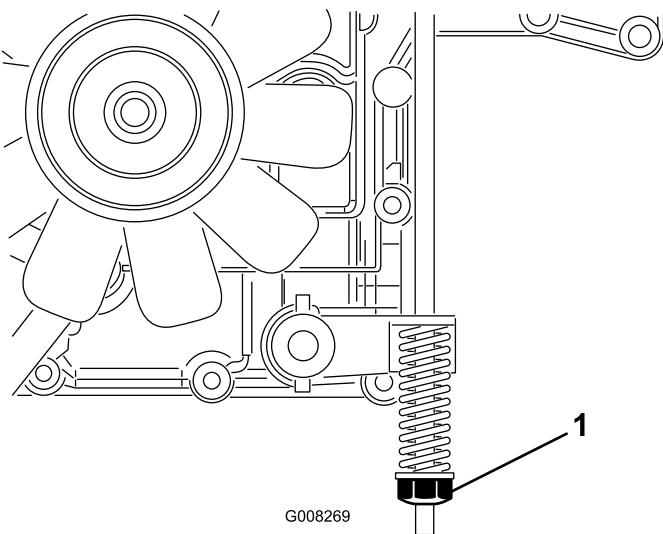

Figura 36
El freno está ubicado en la parte derecha del eje trasero, en la parte interna de la rueda trasera (Figura 36).
3. Gire la tuerca de ajuste del freno en el sentido de las agujas del reloj hasta que no pueda empujar la máquina (Figura 36).